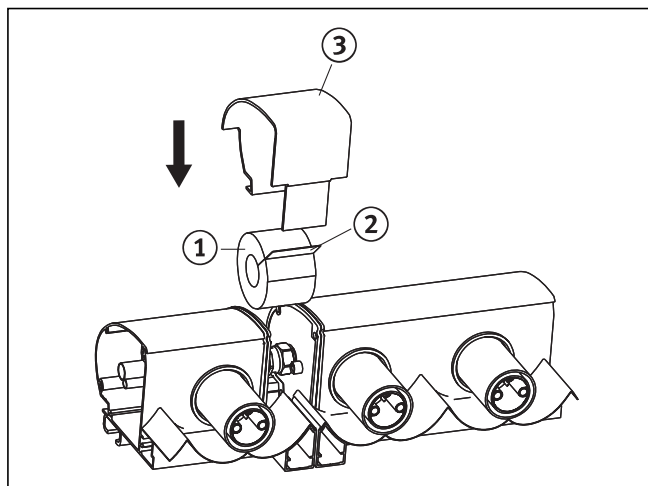

Abb. 8.8 Isolierung und Abdeckblech montieren
- Stülpen Sie die EPDM-Isolierung (Abb. 8.8, Pos. 1) von unten nach oben über die Verschraubungen.